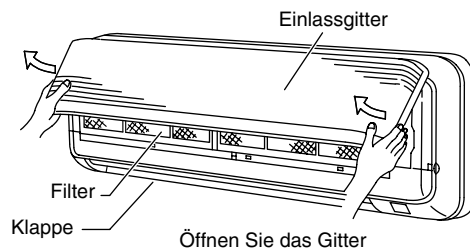

Abb. 3-22
- (1) Zum Öffnen das Lufteinlassgitter an beiden Seiten anheben. (Abb. 3-22)
(2) Den Filter abnehmen. (Abb. 3-22)